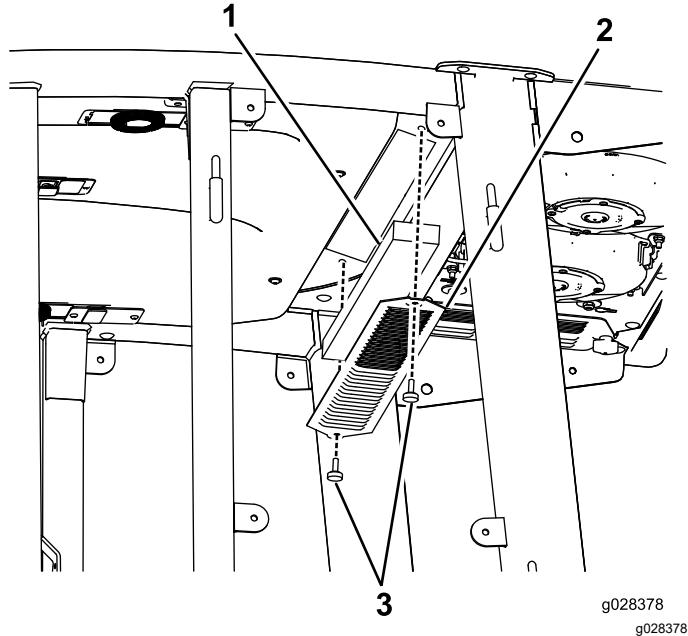
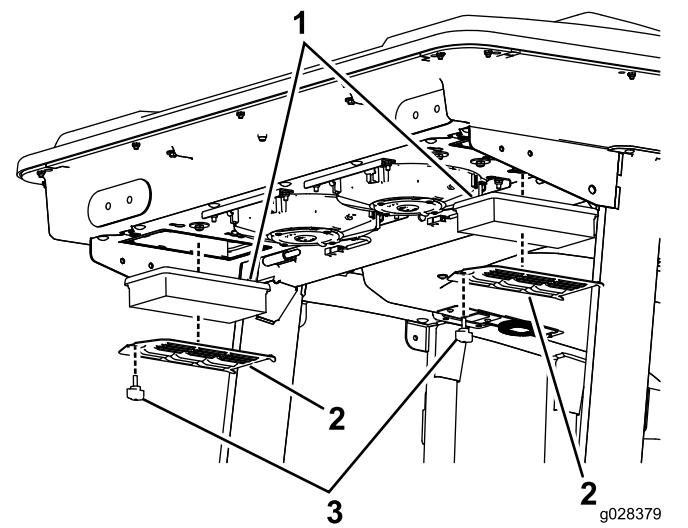
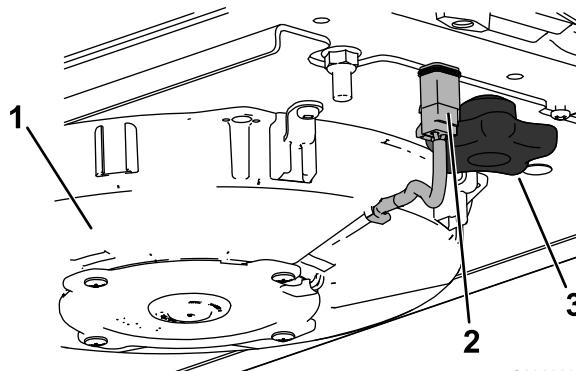
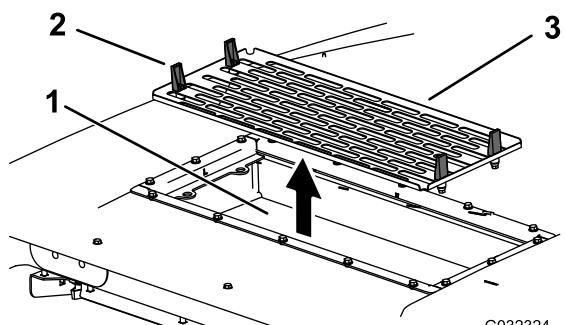

Figura 93
Figura 94
Figura 96
Figura 97
1. Retire los tornillos y las rejillas del filtro que está en el interior de la cabina y del filtro que está detrás de la cabina (Figura 93 y Figura 94).
- Retire los filtros de aire (ver Figura 94).
- Instale los filtros de aire, la rejilla y el conjunto de ventilador (Figura 94, Figura 96 y Figura 97).
- Conecte el cable de cada ventilador (Figura 96).